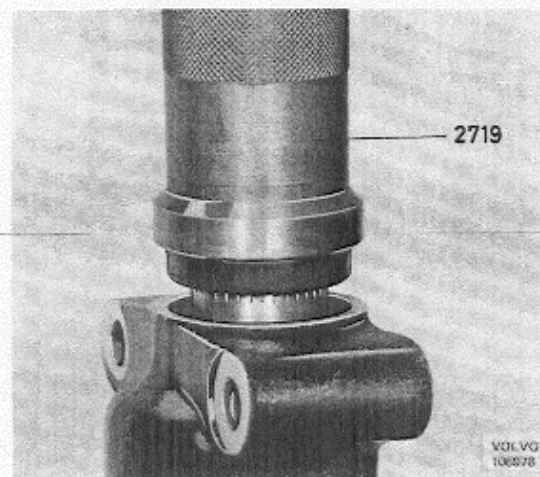

Abb. 81 Einpressen des Dichtrings, Lenkrollenwelle
6. Dichtring einölen und mit dem Dorn 2719 gem. Abb. 81 in den unteren Gehäuseflansch einpressen.